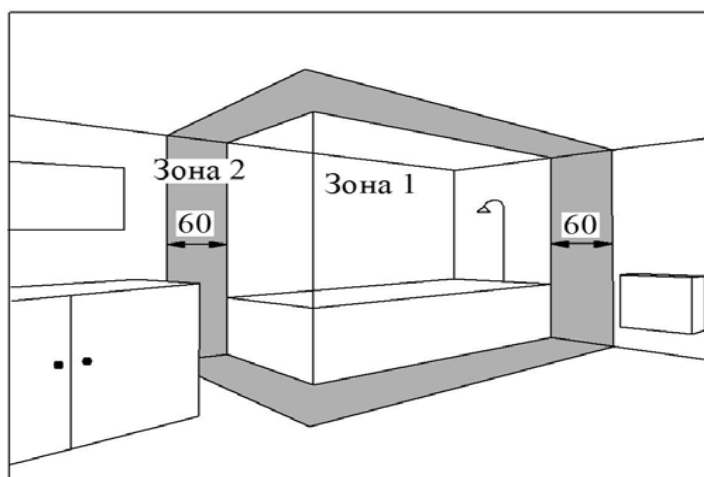

Рис.4
5.6. Данный конвектор допускается устанавливать в ванных комнатах, душевых и бассейнах, при условии, что на прибор не будет попадать вода (см. Рис.4).